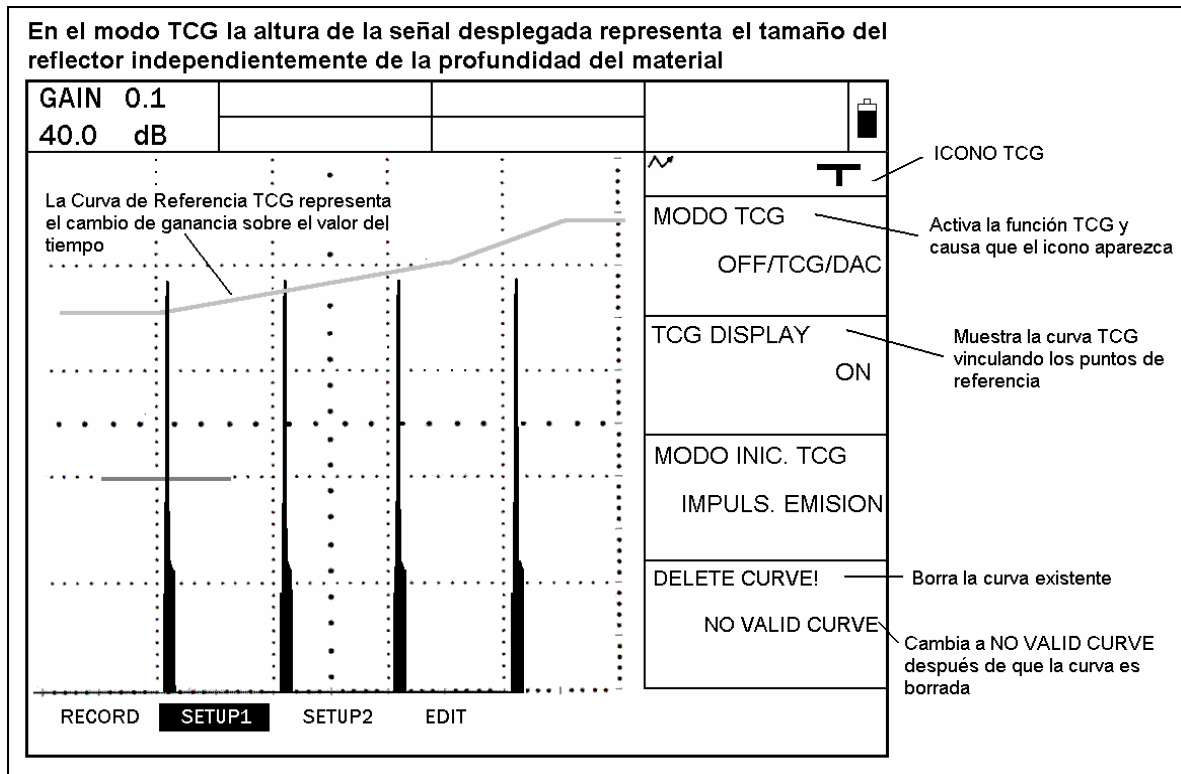

FIGURA 8-1 - Curva TCG
La función DAC despliega todos los ecos a su amplitud real (sin compensar profundidad). Sin embargo, cuando opera en el modo DAC, las curvas de Corrección Distancia Amplitud, una o las cuatro son superpuestos en la imagen desplegada. La curva original almacenada es desplegada en color magenta. Cada curva, como una de las mostradas en la Figura 8-1, representa el tamaño del reflector constante a profundidades variables del material.
En el modo TCG el equipo utiliza los puntos de referencia almacenados para calcular el valor de la corrección de ganancia requerida para poder desplegar con una misma amplitud a cada uno de los ecos generados por reflectores de un mismo tamaño (Figura 8-1).
Paso 2: Presione la tecla  que se localiza junto a la función DELETE CURVE (Eliminar Curva) (ver Figura 8-1).